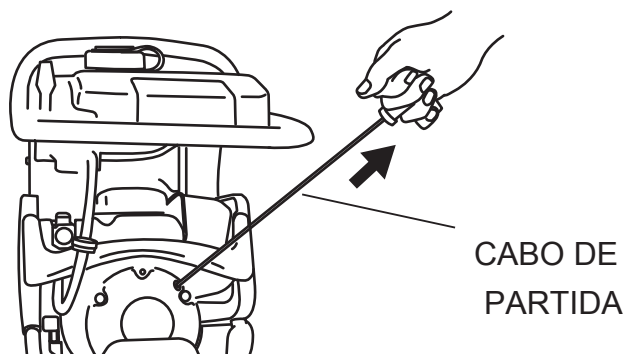

Figura 7. Acionador de partida
3. Segure a alça do cabo de partida (Figura 7) e puxe-a até você sentir uma leve resistência. Então puxe firme e rapidamente. Retorne com a alça até a posição inicial antes de soltá-la.